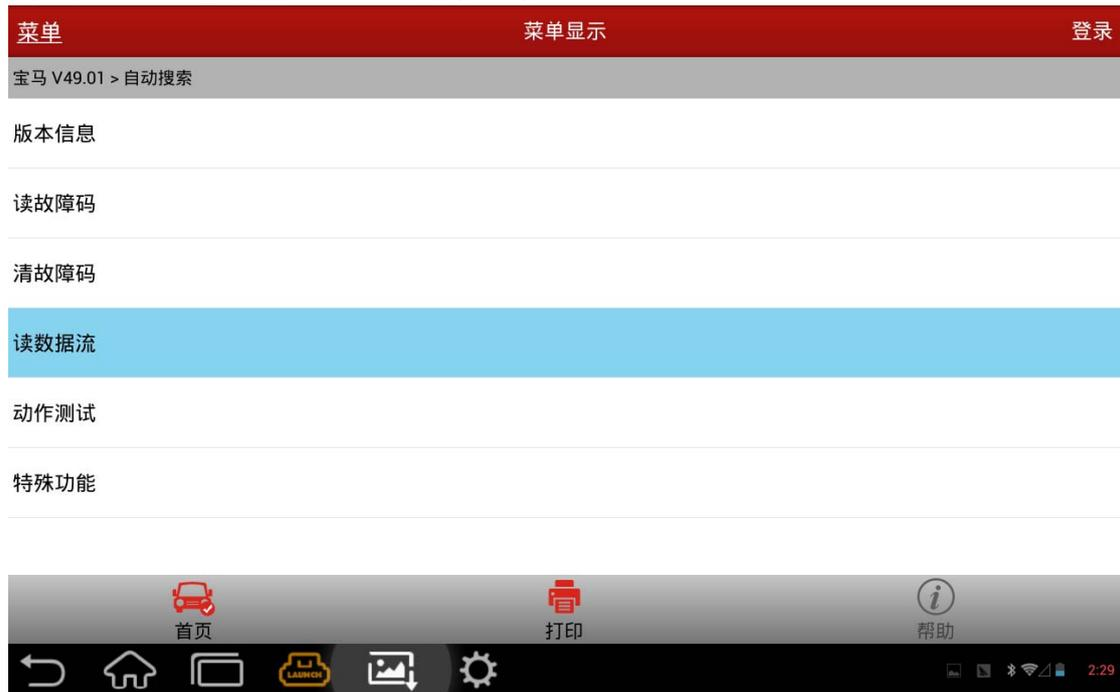

图 1
7). 读取数据流（或进入“特殊功能”，然后选择“行车高度传感器检查”按步骤进行判断。若传感器正常，才能继续后续操作。），如图 1；